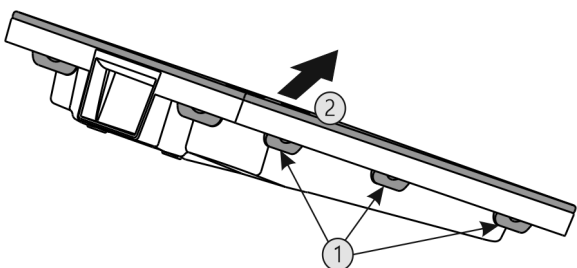

Fig. 65
- ▶ Stlačte za sebou všechny západky Fig. 65 (1) a sejměte kryt Fig. 65 (2).